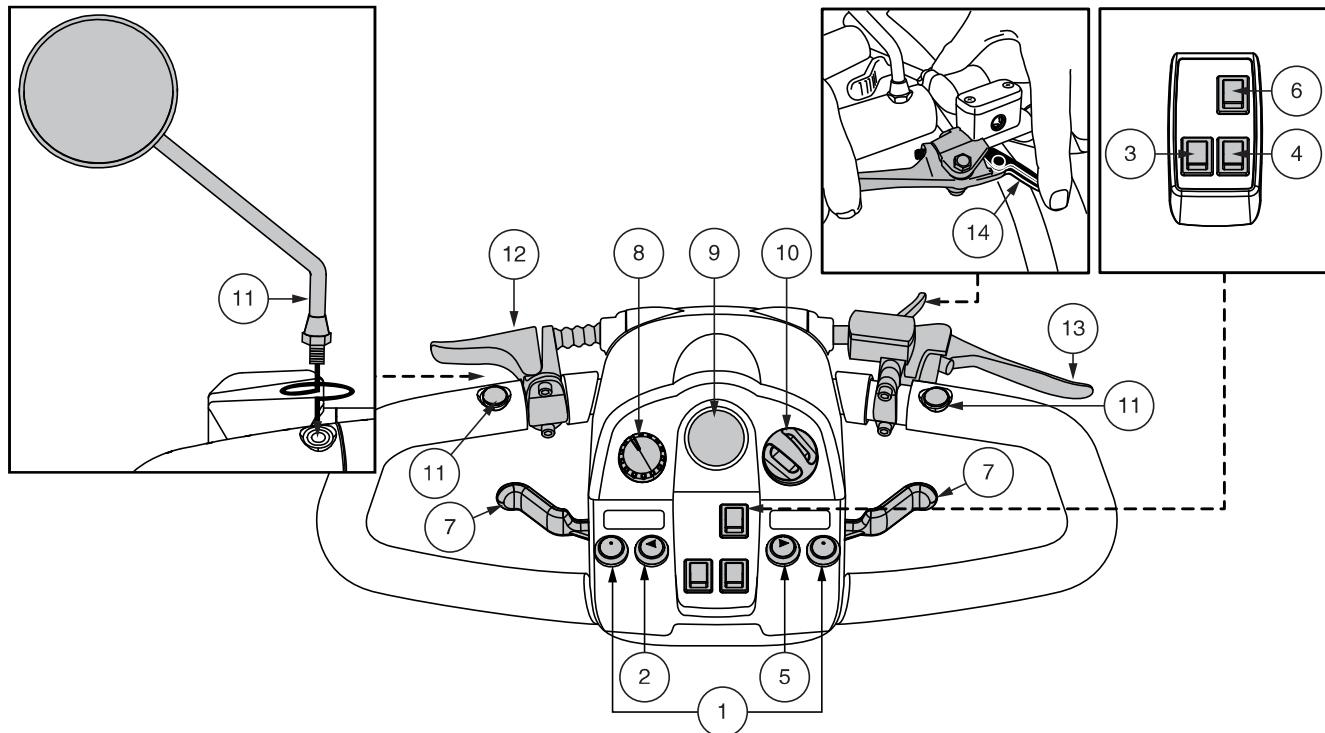

Figura 1. Componenti console manubrio - A
La console manubrio ospita tutti i comandi necessari per la guida dello scooter, compresa la regolazione della velocità, la chiave accensione, l'indicatore livello batterie, i pulsanti clacson, l'indicatore delle frecce, la leva freno manuale, la leva regolazione manubrio, e la leva di controllo dell'acceleratore. Si noti che alcune delle caratteristiche elencate in questa sezione sono voci opzionali e potrebbero non essere presenti sul vostro scooter. **Vedere figura 1.**
Questa leva attiva l'arresto di emergenza. In movimento, rilasciare la leva dell'acceleratore e tirare delicatamente la leva del freno a mano per fermarsi. L'effi cacia del freno a mano può essere modifi cata stringendo o allentando la vite di arresto situata sulla leva del freno a mano. Vedere figura 1.
Lo scooter è dotato di una leva del freno a mano che si trova sulla barra del timone. Vedere la figura 1 e la figura 7. Questa leva fornisce ulteriore potenza di arresto. Il freno a mano è manuale e funziona indipendentemente dal sistema di frenata rigenerativa dello scooter che viene inserito durante il funzionamento dello scooter rilasciando la leva di comando dell'acceleratore.
**NOTA:** se il freno a mano è dotato di una funzione di blocco come mostrato nella figura 1 o nella figura 7, è possibile attivare la funzione di blocco del freno premendo la leva del freno a mano e ruotando o spingendo la leva di blocco per innestare il blocco. Per rilasciare il blocco del freno a mano, premere a fondo la leva del freno a mano. Vedere figura 1 o figura 7.